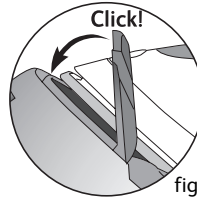

fig. 3
- Déverrouillage - **fig.3**
- posez le fer sur la plaque repose-fer du générateur et rabattez l'arceau de maintien sur le fer jusqu'à l'enclenchement du verrouillage (identifié par un « clic » sonore) - **fig.3**.